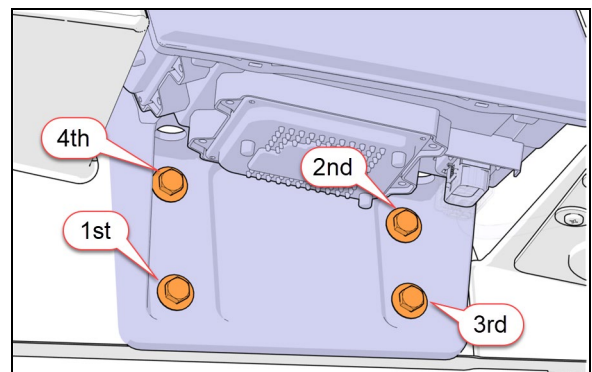

FIGURE 99
10. Appliquer le couple final aux quatre (4) boulons conformément à la séquence de serrage (Figure 99).